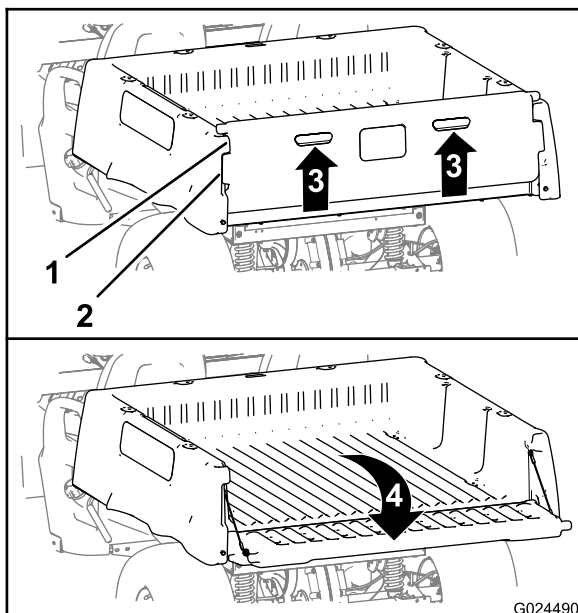

Figura 14
2. Sollevate gli elementi di spinta nel pannello posteriore della sponda (Figura 14).
3. Allineate le flange di bloccaggio della sponda alle aperture tra le flange della sponda posteriore del pianale (Figura 14).
4. Ruotate la sponda posteriore indietro e in basso (Figura 14).
6. Ruotate verso l'alto e in avanti la sponda posteriore, fino a quando le flange di bloccaggio della sponda non sono a livello della tasca della sponda nel pianale (Figura 14).
7. Abbassate la sponda fino a quando non è in sede nella parte posteriore del pianale (Figura 14).